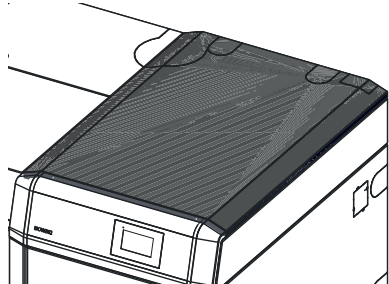

Fig. 119 Posare il coperchio del rivestimento
- Applicare il coperchio del rivestimento sulla caldaia – Fig. 119.